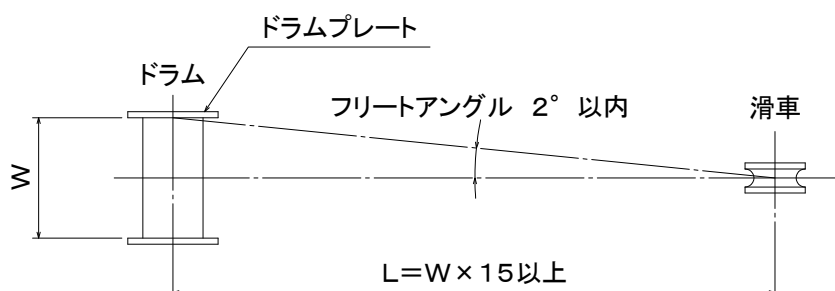
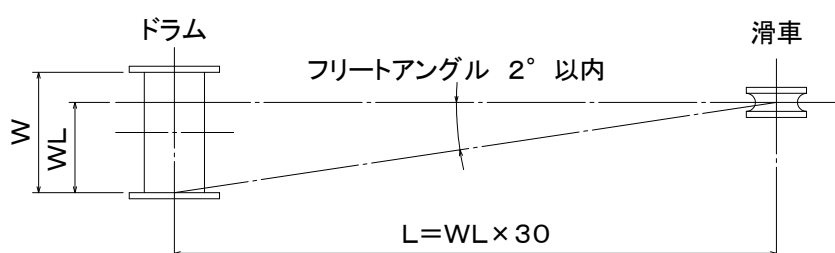

図1 中心線が一致する場合
図2 中心線がずれている場合
フリートアングルとは、7頁図1に示すように滑車からドラムに下ろした垂線と滑車中心とドラムの端を結ぶ線がつくる角度のことです。
- 7頁図1のようにドラム中心線と滑車の中心線が一致している場合は、ドラムと滑車の距離LがWの15倍以上、7頁図2のように中心線がずれている場合には、幅の広い方の長さWLの30倍以上あればフリートアングルは $2^{\circ}$ 以内になります。